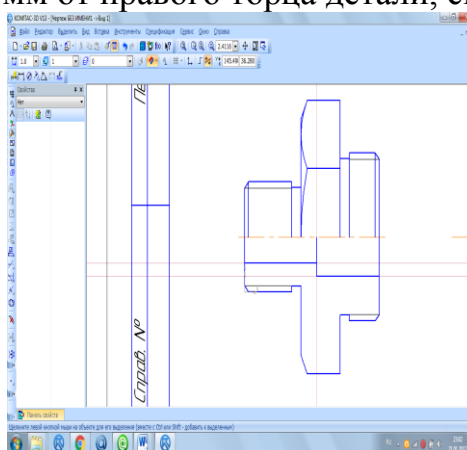

Рисунок 8- Построение образующих цилиндрических отверстий
13. С помощью горизонтальных и вертикальных вспомогательных прямых наметим место расположения отрезков разреза штуцера, смотри ПРИЛОЖЕНИЕ 1. Проведем нижние образующие цилиндрических отверстий и вертикальную прямую на расстоянии 40 мм от правого торца детали, смотри рисунок 8.